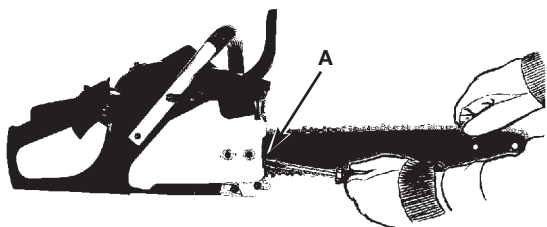

Fig. 28
1. Détachez l'écrou de barre, puis tenir le guide-chaîne à l'horizontale et serrer la vis (D) en tournant A DROITE pour augmenter la tension de la chaîne. Pour diminuer la tension, tourner la vis de réglage VERS LA GAUCHE. S'assurer que la chaîne est bien ajustée tout au long du guide-chaîne (Fig. 28).